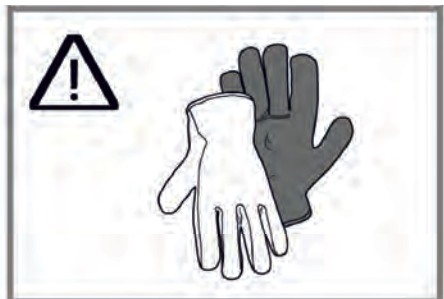

Fig. 8
- Det kan finnas skarpa kanter, därför rekommenderas användning av skyddshandskar vid montering (Fig. 8).